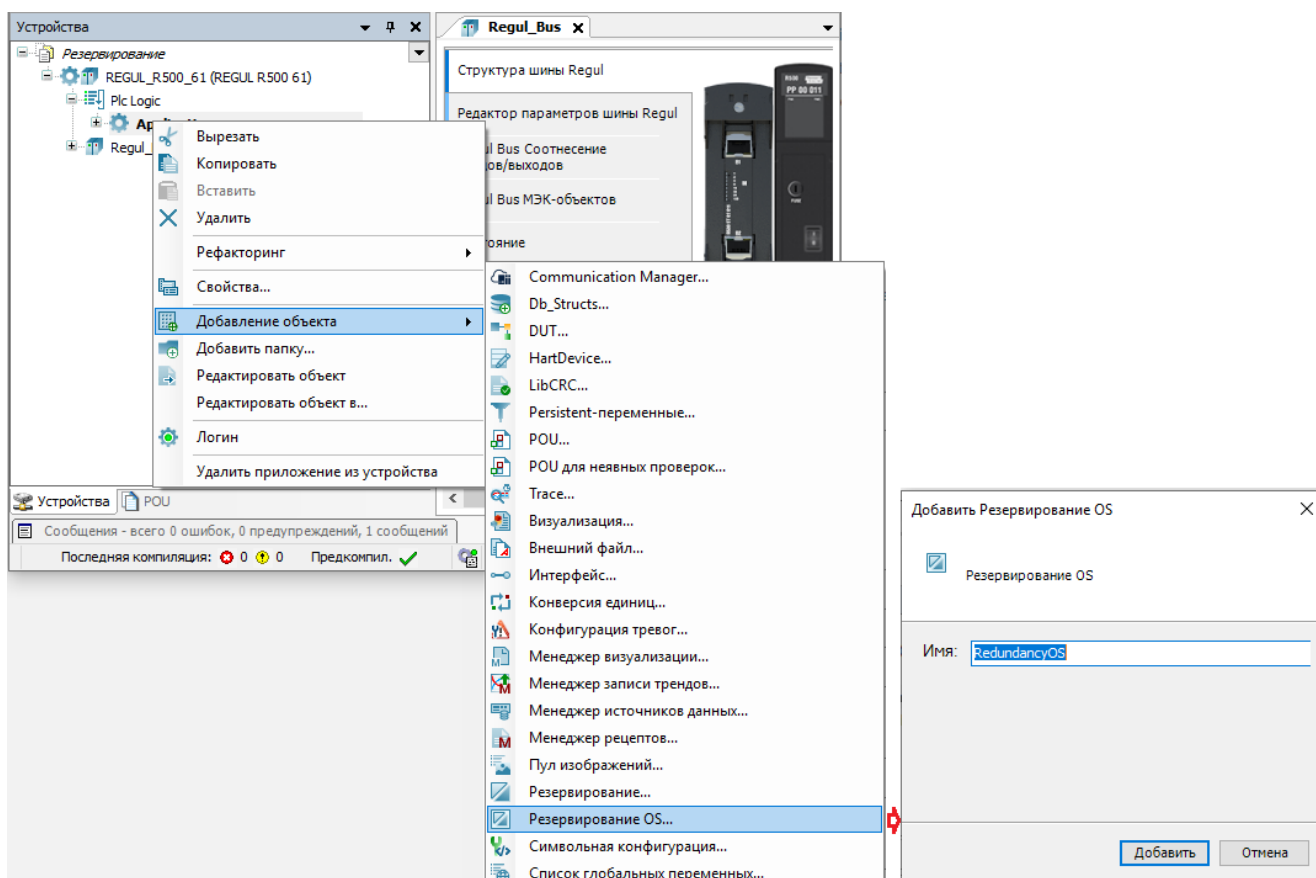

Рисунок 40 – Добавление компонента Redundancy OS
- для добавления компонента **Резервирование OS** в существующий проект поставьте курсор на название приложения (**Application**), нажмите правую кнопку мыши. Появится контекстное меню, в котором выберите **Добавление объекта** ▶ ⇒ **Резервирование OS...** Откроется окно **Добавить Резервирование OS**, где нажмите кнопку **Добавить** (Рисунок 40). Компонент **Резервирование OS** будет помещен в дерево устройств.